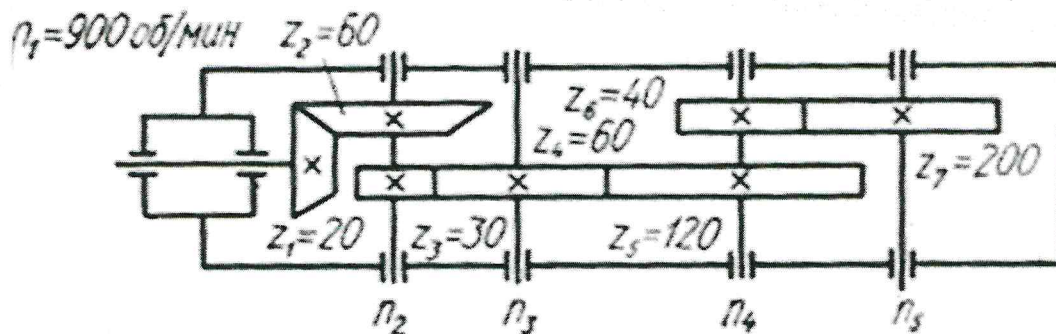

Рис. 4.
32. По заданным условиям определить частоту вращения на выходе $\Pi 5$ (рис. 4).